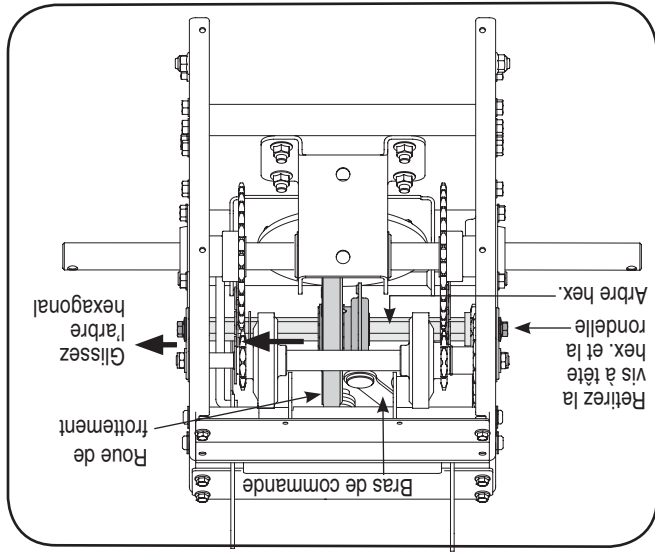

Figure 6-12
- Enlevez les vis auto-taradeuses du couvercle du châssis, sous la souffluse. Voir la Figure 6-12.
- Utilisez une clé de 3/4 po pour maintenir l'arbre hexagonal, puis retirez la vis à tête hex. et la rondelle creuse du côté gauche du châssis. Voir la Figure 6-12.